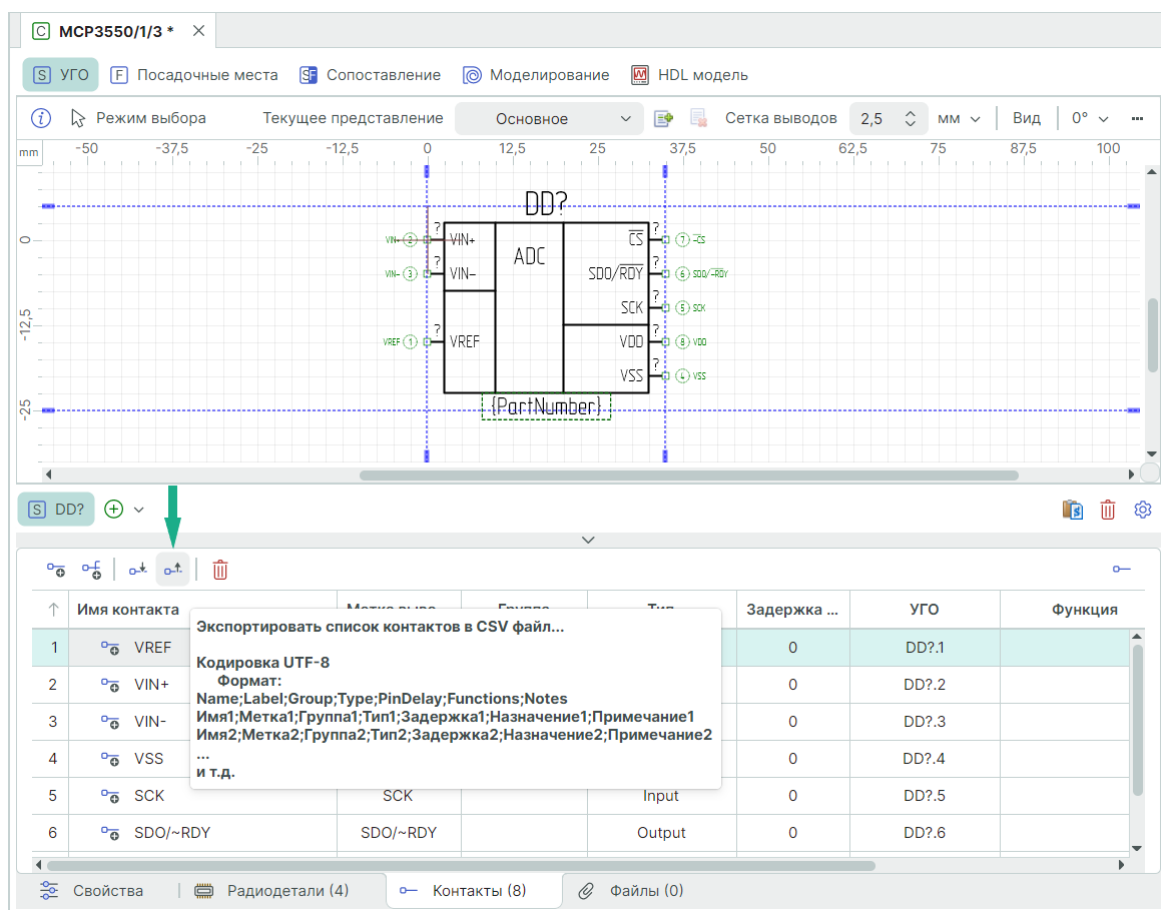

Рис. 270 Экспорт контактов
1. Нажмите символ  «Экспортировать список контактов в .CSV файл» в окне редактора компонента вкладки «Контакты», см. Рис. 270.